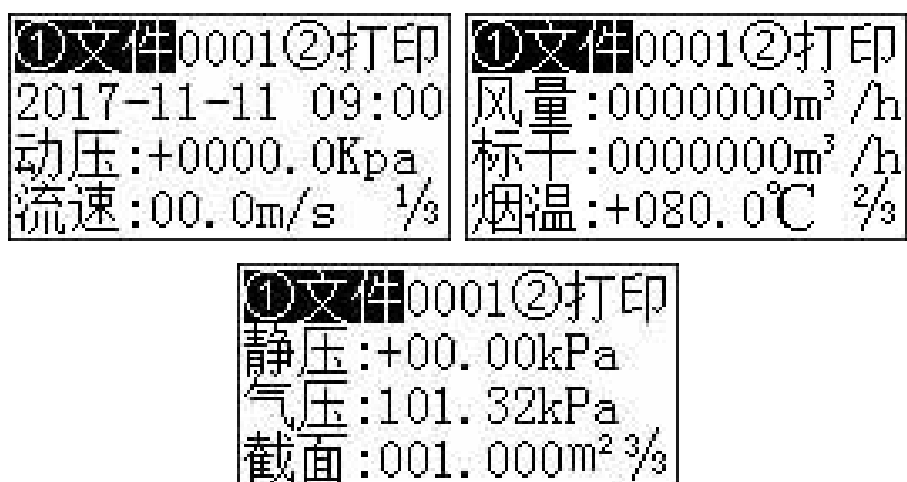

图 12 查询界面
在测量过程中换点或换孔需先暂停测量，移动皮托管到达指定点位后，再按 OK 键继续采样，每个点位测量结束 10 秒开始蜂鸣报警，提示换点；测量完成后，将自动进入文件查询界面，如图 12。
在主界面选择“③查询”项，按“OK”键进入查询子界面，在此界面中可查询历史测量数据，包括测量开始时间、动压、流速、风量、标干风量、烟温、静压、大气压、烟道截面积等参数，如图 12；